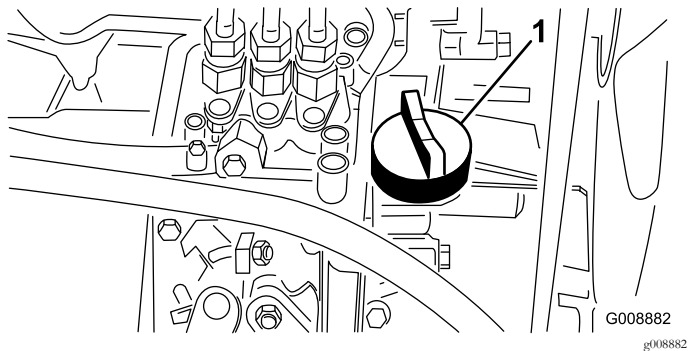

Bild 38
4. Entfernen Sie bei niedrigem Ölstand den Ölfülldeckel (Bild 38), gießen langsam kleinere Ölmengen ein und prüfen den Stand regelmäßig, bis die Voll-Markierung am Peilstab erreicht wird.